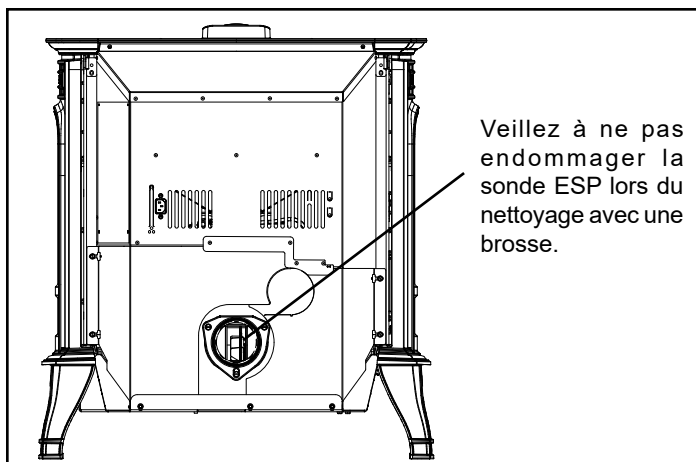

Figure 2.9
- Le passage d'échappement peut également avoir besoin d'être nettoyé. Gardez à l'esprit que le capteur ESP est situé juste à l'intérieur du passage d'échappement Figure 2.9. Assurez-vous de ne pas endommager le capteur ESP lors du nettoyage de cette zone.